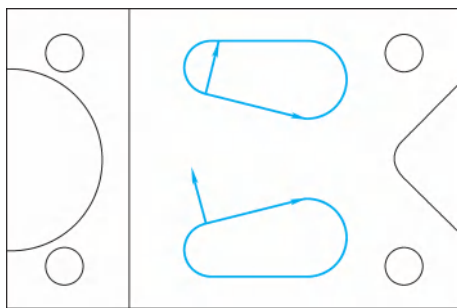

图 3-72 选择加工边界
1) 选择【刀路】/【面铣】命令，系统弹出【串连线框】对话框，在绘图区选取两个对称的封闭轮廓，如图 3-72 所示，单击【确定】按钮 。